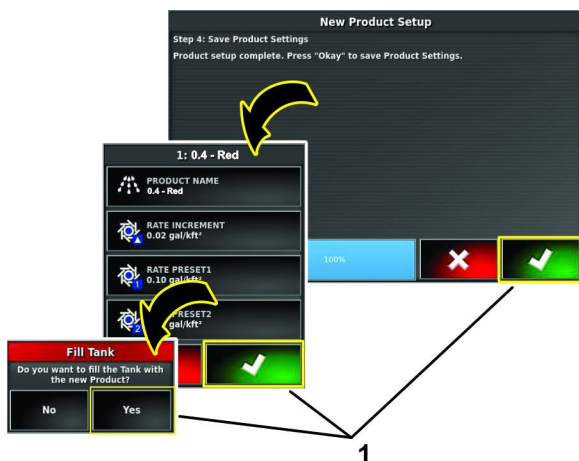

図 122
16. 新薬剤設定ダイアログボックスのステップ 4 で、承認アイコンを押す 図 122。
17. タンクに薬剤を準備している場合には、タンクに薬剤作成用ダイアログボックスの YESアイコンを押す 図 122。